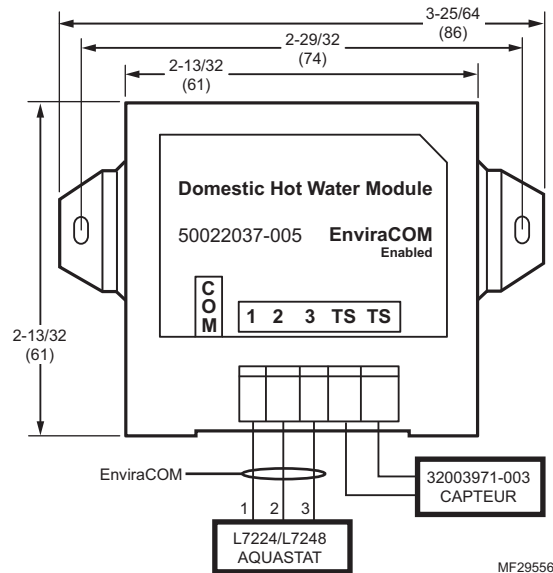

Fig. 2. 50022037-005 Schéma de câblage du module d'eau chaude domestique.
1. Raccorder les bornes 1, 2 et 3 de bus EnviraCOM du module d'eau chaude domestique aux bornes 1, 2 et 3 de l'Aquastat compatible EnviraCOM™, au thermostat (si disponible) ou n'importe où sur le bus où l'accès est disponible et pratique. (Consulter la Fig. 2.)